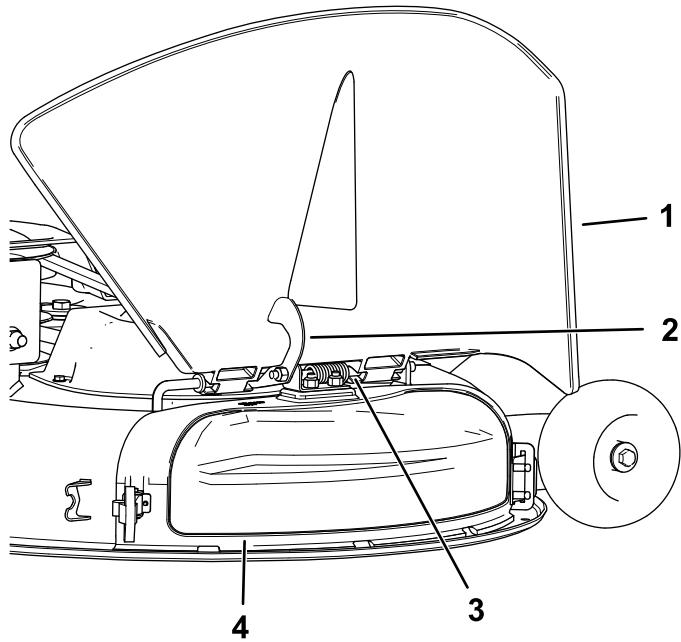

図 15
4. 排出口カバー上部についているフック状のラッチを、ピボットロッドから外す図 15。
5. 排出口カバーの上部分のフック形のラッチを、デフレクターアセンブリのピボットロッドに取り付ける図 15。